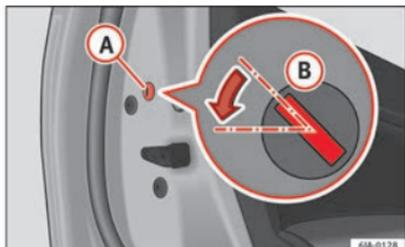

Fig. 4 Porta posteriore: bloccaggio di emergenza.
- Rimuovere il coperchietto **A** »» fig. 4.